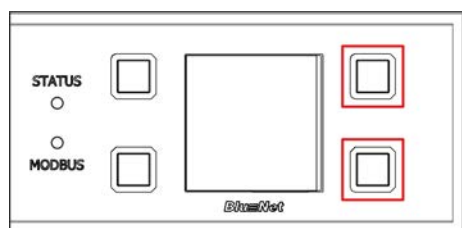

Abb. 91: Display mit Bedientasten
1. ➤ Die zwei Tasten rechts neben dem Display drücken und gedrückt halten (Abb. 91/rote Markierung).
4. ➤ Die zwei Tasten neben dem Display loslassen (Abb. 91/rote Markierung).